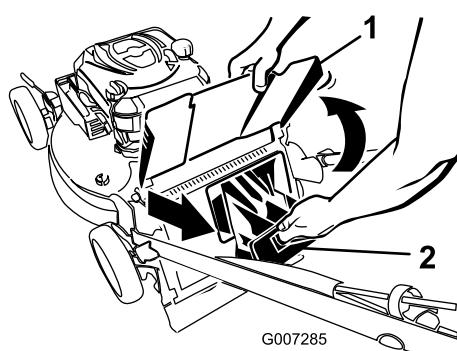

Figura 21
- Alzate il deflettore di scarico posteriore (Figura 21).
- Estraete il coperchio di scarico posteriore (Figura 21).